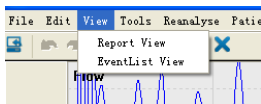
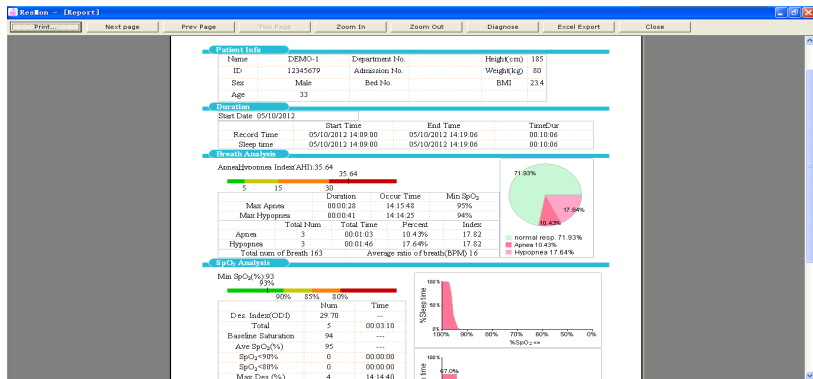

Figura 5.41
Figura 5.42
- 3) Incluye "Vista de informe" y "Vista de lista de eventos" en el menú "Editar", como muestra la Figura 5.41, el menú "Vista de informe" se utiliza para imprimir informes, al seleccionar esta opción, aparece la interfaz de vista previa de impresión como muestra la Figura 5.42, incluidas las funciones de as Ampliar, Reducir, Página siguiente y Página anterior.